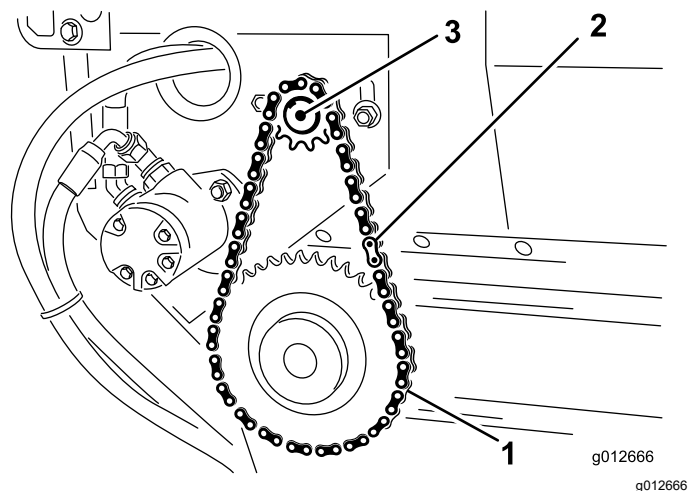

Figure 38
1. Installez la chaîne sur le petit pignon et fixez-la avec le maillon de fermeture (Figure 38).